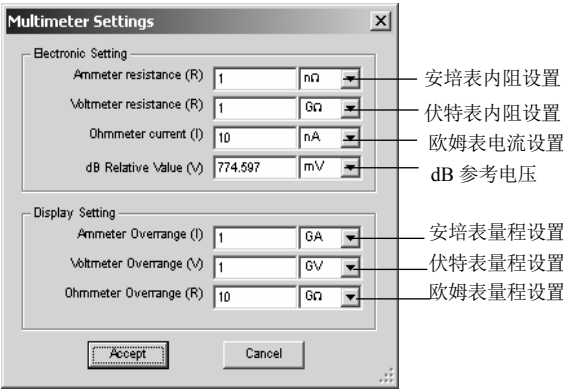

图 5-9 数字万用表性能设置
若要改变电流表内阻，可单击“Set”按钮，如图 5-9 所示。
单击“Set”按钮可以改变万用表的内阻，如图 5-9 所示。
- 1) 单击“Set”按钮，系统弹出万用表的设置窗口，如图 5-9 所示。